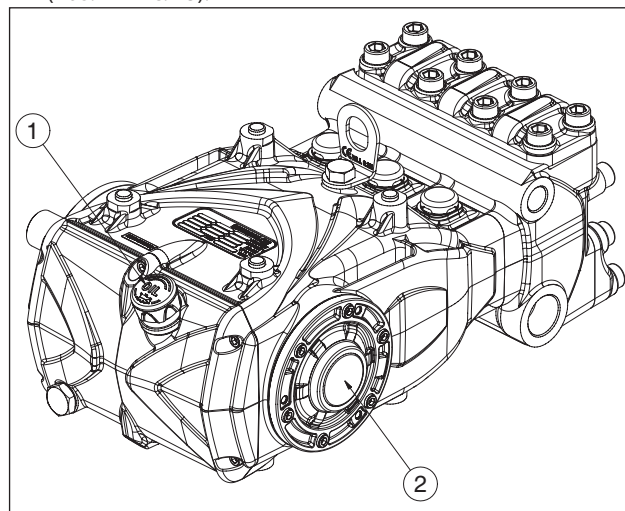

Рис. 13
- Уровень масла в корпусе насоса проверяется с помощью соответствующего шупа (поз. ① Рис. 13) и, в исключительных случаях, с помощью указателя уровня (поз. ② Рис. 13).